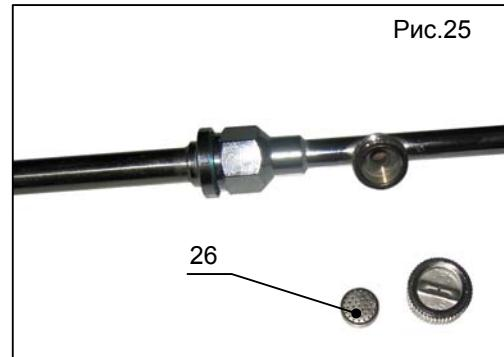

Рис.25
- Замените или прочистите сеточку-фильтр (поз.26, рис.25)